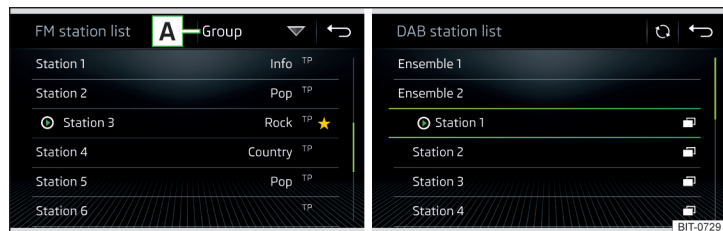

Fig. 134 Exemplu de listă a posturilor de radio FM/DAB disponibile
- ▶ Pentru **sortarea** (FM) posturilor de radio în ordine alfabetică, după grupă sau gen, atingeți suprafața de comandă funcții [A] » fig. 134 » !.
- ▶ Pentru **filtrarea** posturilor în funcție de tipul programului (de ex. cultural, muzical, sportiv etc.), atingeți în lista de posturi FM (cu funcția RDS activată) și în lista de posturi DAB (la selectarea sortării alfabetică a listei de posturi) suprafața de comandă funcții [A] » fig. 134.
- ▶ Pentru actualizarea **manuală**, atingeți suprafața de comandă funcții. ○ » fig. 134.